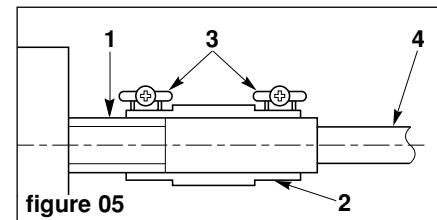

figure 05
- Sur l'embout d'évacuation de l'appareil (1), raccorder le tuyau flexible (2) fourni et le maintenir avec le collier (3) fourni. Ne pas forcer sur l'embout d'évacuation.
- Raccorder un tuyau en PVC rigide (4) à l'extrémité du tuyau flexible (2) et le maintenir avec le collier (3) fourni.
- Nota :** fixer les colliers en mettant les vis vers le haut (figure 05).